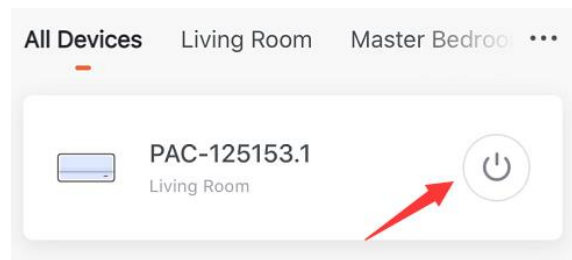

Fig.6
6. Druk op de pijl in de linker bovenhoek om naar de startpagina terug te gaan, waarna u uw apparaat eenvoudig kunt in- of uitschakelen. (Fig.6)